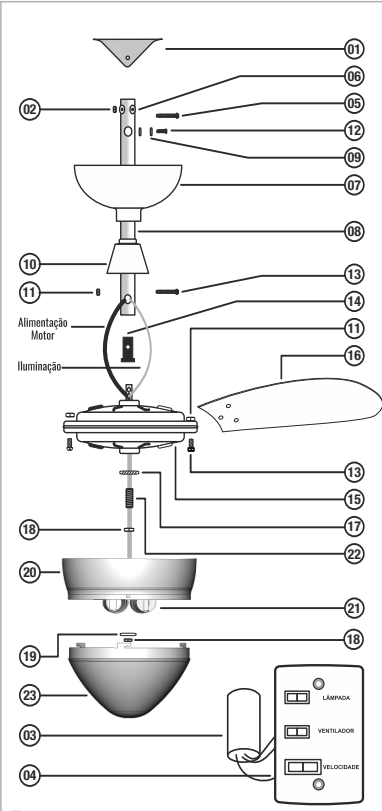

Fig. 01
1. Coloque o copinho (10) na haste (8) pela parte inferior a canopla (07) pela parte superior. Fig. 01.
3. Nos orifícios da haste na parte superior, coloque as borrachas compensadoras (06).
4. Encaixe a haste no eixo do motor, em seguida, passe o parafuso (13), o fio de aterramento deve ser fixo com parafuso (12) no furo que esta localizado na parte superior da haste (8) conforme. Fig. 01.
5. Passe os fios do motor, de iluminação pelo interior da haste pela abertura de passagem. Fig. 01.
3. Depois de realizado o processo para fixar o ventilador, coloque as lâmpadas, e encaixe o acabamento (28) no plafon (27). Fig. 01.